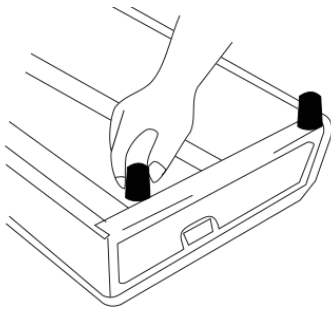

Fig. 12
4. Fixez les pieds en caoutchouc à la cocotte en retournant la cocotte et en les vissant dans les ouvertures sur le fond de la cocotte (Fig. 12).